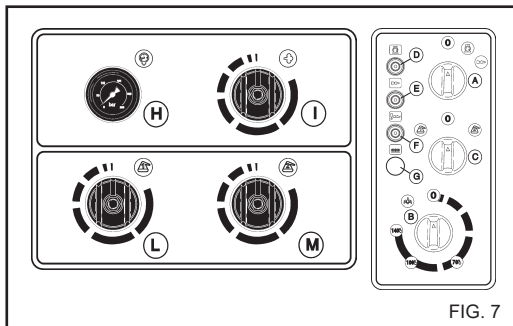

FIG. 7
Käännä termostaatin nappi "B" (fig. 7) höyryasentoon, kun haluat korottaa syötettävän veden lämpötilaa.
**Kun lopetat "höyryvaiheen" käyttämisen, käännä termostaatin nappi "B" asentoon "0" (fig. 7) ja anna laitteen jäähtyä noin 3 minuutin ajan pistooli päällä.**
2) Käynnistä painepesuri, valitse käytettävä tuote "1" tai "2" valitsinta C (fig.7) käyttämällä ja aukaise pesuainediin annosteluhana L (tuotteelle nro. "1") tai annosteluhana M (tuotteelle nro. "2") (fig.7) kääntämällä nuppia vastapäivään. Levitä ainetta pestävälle pinnalle alhaalta ylöspäin. Anna vaikuttaa muutaman minuutin ajan.
3) Aseta pesuainediin valitsin C (fig.7) asentoon "0". Sulje annosteluhanat kääntämällä nuppeja myötäpäivään.